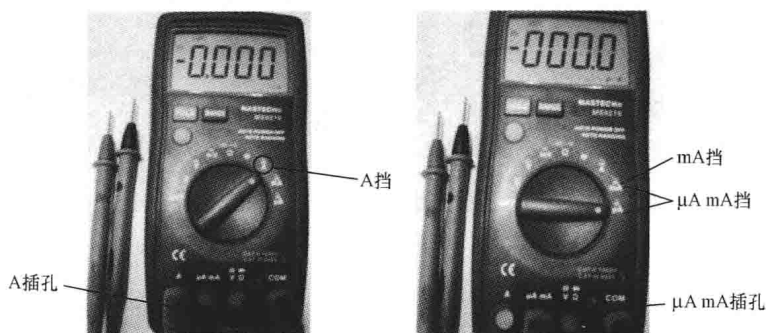
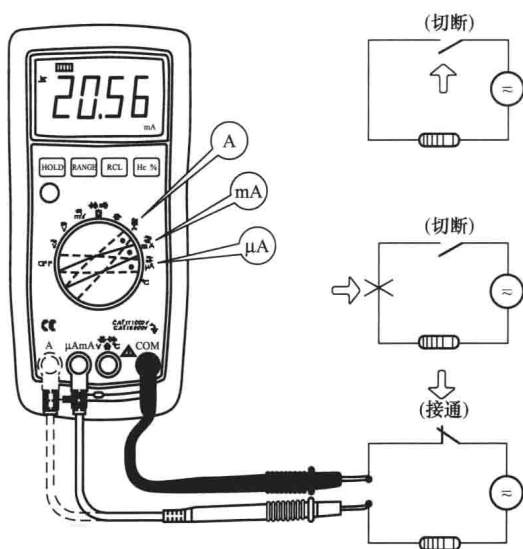

图 5-29 红、黑表笔插入适当的插孔
图 5-30 测量直流电流
(4) 把黑色表笔插入 COM 插孔，红色表笔插入到适当的插孔。如被测电流小于 400mA 时将红色表笔连接到 mA 插孔；如被测电流在 400mA~10A 间，将红色表笔连接到 A 插孔，如图 5-29 所示。
(5) 断开待测的电路，把黑色表笔连接到被断开的电路（其电压比较低）的另一端，把红色标笔连接到被断开的电路（其电压比较高）的另一端。（把表笔反过来连接会使读数变为负数，但不会损坏仪表）。
(6) 接上电路的电源，然后读出显示的读数，如图 5-30 所示。